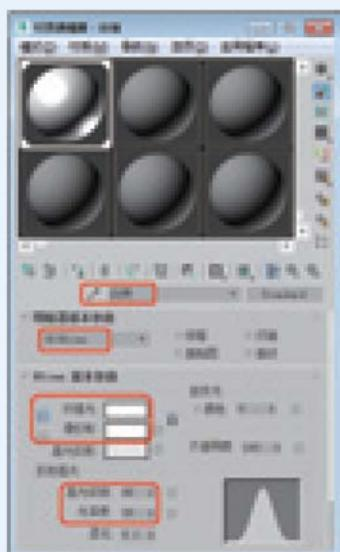

图4-90 设置白棋材质
05 按M键弹出【材质编辑器】对话框，在该对话框中选择一个新的样本球，并将其命名为“白棋”，将明暗器的类型设置为(B) Blinn，在【Blinn基本参数】卷展栏中，将【环境光】和【漫反射】的RGB值都设置为255、255、255，在【反射高光】组中，将【高光级别】和【光泽度】分别设置为88、26，并将创建好的材质指定给【围棋白】对象，如图4-90所示。